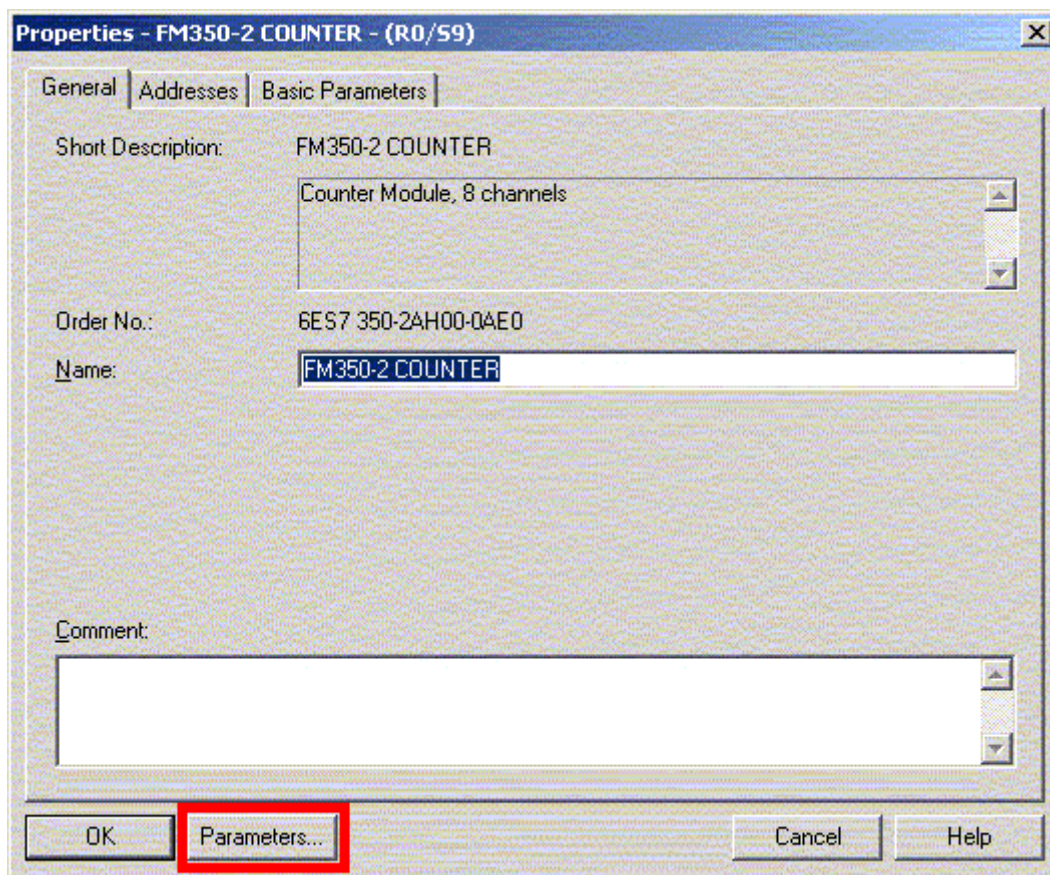

图 11
- 在“属性 - FM350-2 计数器”窗口中按“参数”按钮，如图11所示;